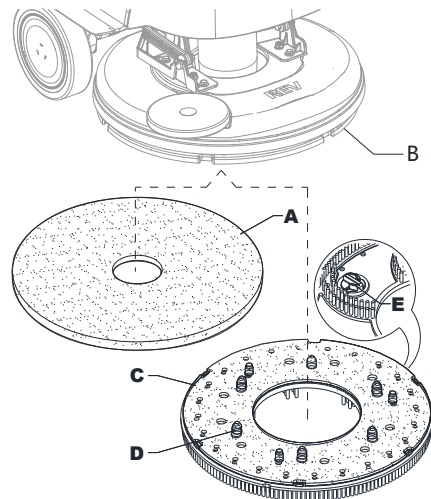

Abb. 5
1. Stellen Sie sicher, dass das REV-Deck (41) angehoben ist.
2. Das Gerät über die Start/Stop-Taste (62) ausschalten.
3. Je nach der durchzuführenden Reinigung das Pad (A, Abb. 5) oder die Bürste (C, optional) installieren und Folgendes beachten:
- Das Pad (A) unter das Deck legen und drücken, bis es fest an dem Klettband der Antriebsscheibe (B) haftet.
- Die Bürste (C, Option) unter das Deck legen, dann die Zentrierstifte (D) mit den entsprechenden Löchern der Antriebsscheibe (B) ausrichten; die Bürste dann mit den drei Befestigungsschrauben (E) befestigen.